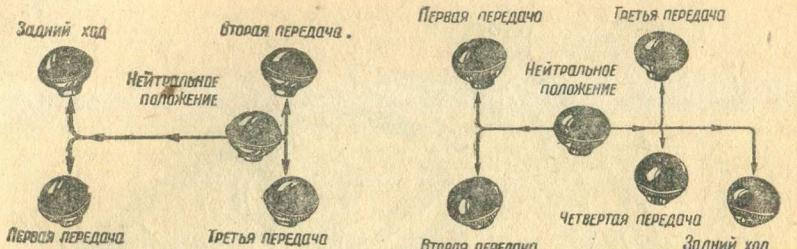

Рис. 2. Схема переключения передач легкового автомобиля
Рычаг переключения передач (5) находится в центре горизонтальной доски пола справа от водителя. Положение рычага при включении различных передач соответствует общепринятым стандарту и указано на рис. 2 и 3.